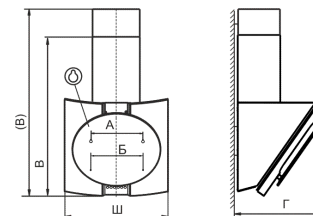

рис. 2
6.1 Установка кухонной вытяжки (рис.2):
- вверните два самонарезающих винта 6x50 мм (размер «А», рис. 2);
- навесьте вытяжку через отверстия типа «замочная скважина» и дополнительно закрепите его двумя самонарезающими винтами 6x50 мм (размер Б, рис. 2);